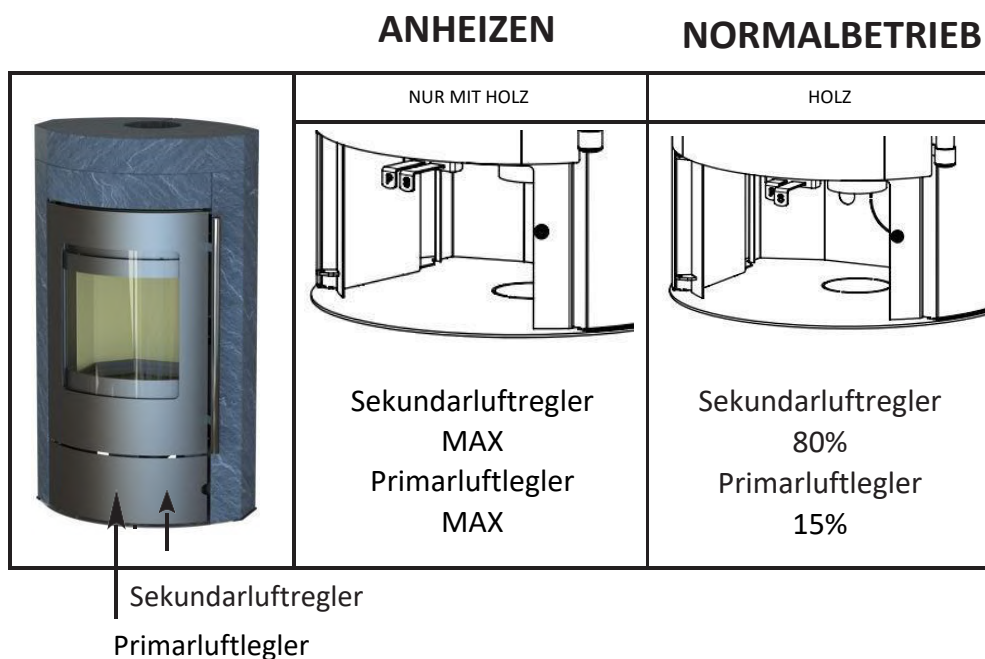

Abbildung 6 Benutzung des Luftreglers
8. Abbildung 6 Benutzung des Luftreglers	Seite 10